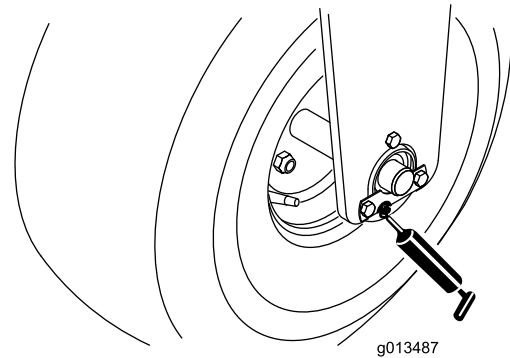

Bild 14
- Vorderradlager (2) (Bild 14)